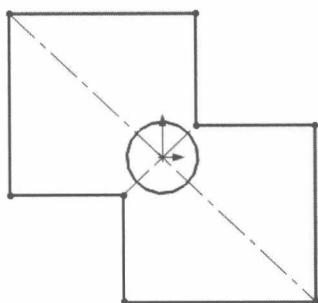

图 1.10 绘制轮廓
- (3) 以原点为中心，大致绘制轮廓，如图 1.10 所示。